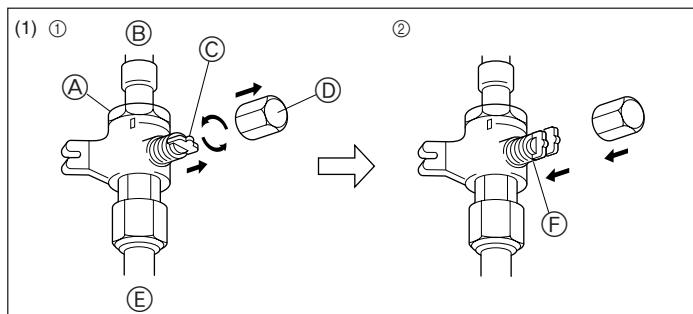
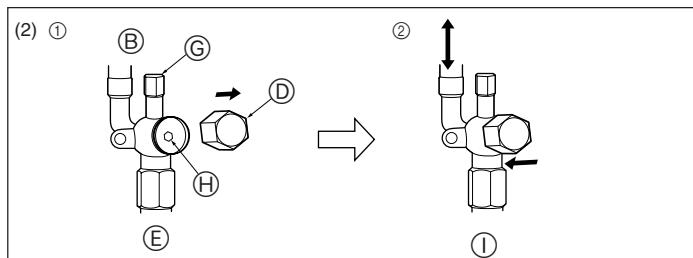

Fig. 4-5
Fig. 4-6
- (1) Lado del gas de RP2.5-6 (Fig. 4-5)
- ① Quite la tapa, tire de la manivela hacia usted y gire 1/4 de vuelta hacia la izquierda para abrir.
- ② Cerciórese de que la válvula de parada esté completamente abierta, empuje la manivela y enrosque la tapa en su posición original.
- (2) Lado del líquido de RP2.5-6 y lado del gas/líquido de RP1.6,2 (Fig. 4-6)
- ① Abra la tapa y gire la varilla de válvula hacia la izquierda hasta su tope, utilizando una llave hexagonal de 4 mm. Deje de girar cuando llega al tope.